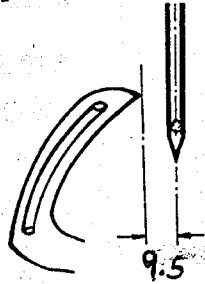

Fig. 1
Zur bequemeren Einstellung entferne Druckerfuß, Stichplatte und Transporteur. Setze den Fadengreifer in den Greiferhebel ein. Der Greifer ist so einzustellen, daß der Abstand von Nadelmitte zur Greiferspitze $9,5 \text{ mm} \approx 3/8''$ beträgt und zwar bei Beginn der Nadelstangenaufwärtsbewegung (Fig. 1). Dieser Abstand lässt sich nach Lösen der Mutter am rechten Schenkel des Greiferhebels durch Verschieben der Kugelschraube im Langloch ändern. Bei der Bewegung nach rechts muß der Greifer dicht an der Rückseite der Nadel vorbeigehen, ohne diese zu berühren. Dazu wird der Greiferhebel auf seiner Achse nach Lösen der beiden Schrauben seitlich verschoben.
For convenient access, remove the presser foot, throat plate and feed dog. Insert the looper into the looper rocker. Set the looper so that the distance from the centre line of the needle to the point of the looper is $9,5 \text{ mm} \approx 3/8''$ in the lowest position of needle bar just before moving upwards (Fig. 1). Therefore loosen the nut at right side of looper rocker and replace the ball stud till the specified dimension be obtained. As the looper moves to the right, its point should pass behind the needle as close as possible without contacting it. Adjustment can be made by loosening the fastening screws of looper rocker and replacing the looper rocker axially till this adjustment be obtained.
Bei Verwendung von Leinengarn ist der Nadelfaden nach Fig. 1 der Einfädelanleitung einzufädeln.
Die Stichlänge ist entsprechend der Kettelgarnstärke nach Lösen der Mutter Teil-Nr. HA 18 A (Fig. 3) einzustellen. Verstellen der Schwinge nach unten ergibt größere, Verstellen nach oben kleinere Stichlänge. Der Obertransport ist dann entsprechend an der Schwinge einzustellen. Verstellen nach hinten größerer Stich, nach vorn kleinerer Stich. (Fig. 1 u. 4).
Die Maschine ist für eine Naht mit Stichlochbindung (Fig. 1) eingestellt. Sollten Sie Kantenbindung wünschen, so können Sie diese Naht durch Herausnehmen des Nadelfadens aus der ersten Nadelfadenspannung (A) erreichen. (Fig. 4). Der Kettelfaden wird dann in diese Spannung (A) eingelegt (Fig. 4). Evtl. ist noch ein ausregulieren notwendig, damit der Nadel-faden sauber an der Kante liegt.